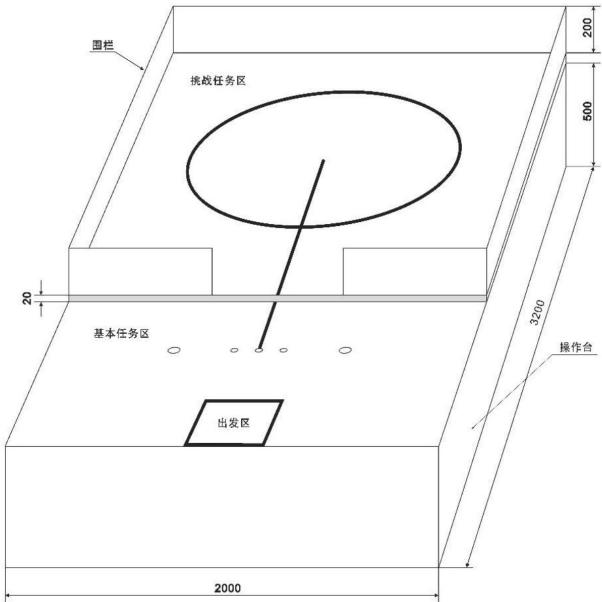

图 2 场地侧视示意图
1. 2 场地被布置在一个高约 500mm 的操作台上，挑战任务区围栏的高度约为 200mm ，如图 2 所示。亦可将地图直接置于平整的地面上作为展示场地。
待分拣物品为若干个圆球，直径约 40mm，重量在 4g 至 10g 之间，颜色为红色（参考色值 C0 M100 Y100 K0）和绿色（参考色值 C100 M0 Y100 K0），材质为 EVA。待分拣物品被摆放在任务区（如图 2 所示），具体位置以现场公布为准。
3.2 基本任务区内放置物品收纳桶，其位置如图 2 所示，外观颜